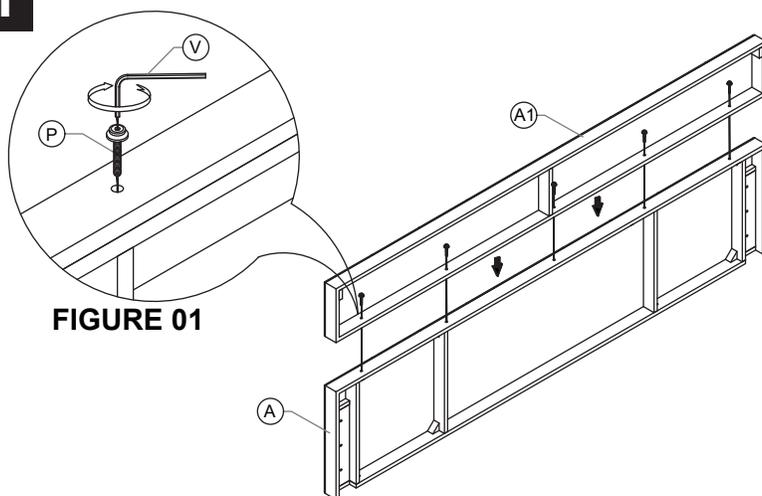

FIGURE 01
Install the upper part (A1) for headboard to the under part (A) by using the Allen bolt (P) with flat washer and Allen key (V). See **FIGURE 01**.
/Installez la pièce supérieure (A1) de la tête de lit sur la pièce inférieure (A) à l'aide du boulon Allen (P) avec rondelle plate et clé Allen (V). Voir **FIGURE 01**.